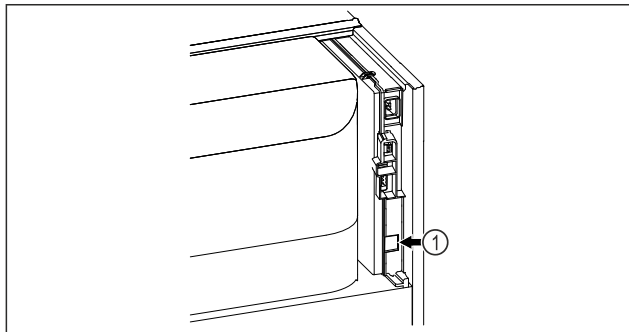

Fig. 95
- SmartModule Fig. 95 (1) ist eingesetzt.